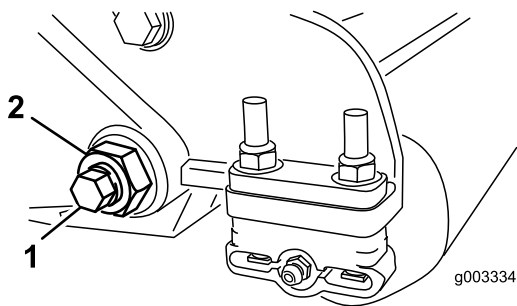

图27
3. 在机器的两侧，松开固定底刀架螺栓 (图27) 的锁紧螺母。
4. 拆下两个底刀架螺栓，向下拉动底刀架并从机器螺栓（图27）上拆下来。